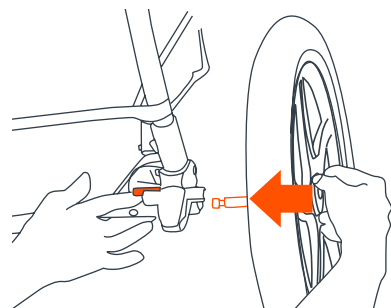

Fig. 6
- 6) •** Inclíne el carrito hacia delante de modo que se apoye en la rueda delantera. Para colocar las ruedas traseras, empuje el eje de cada rueda dentro del accesorio plástico de la esquina (Fig. 6). Baje la palanca metálica que está dentro del accesorio de la esquina mientras empuja el eje hacia el interior del mismo. Cuando no pueda empujar más la rueda, suelte la palanca.